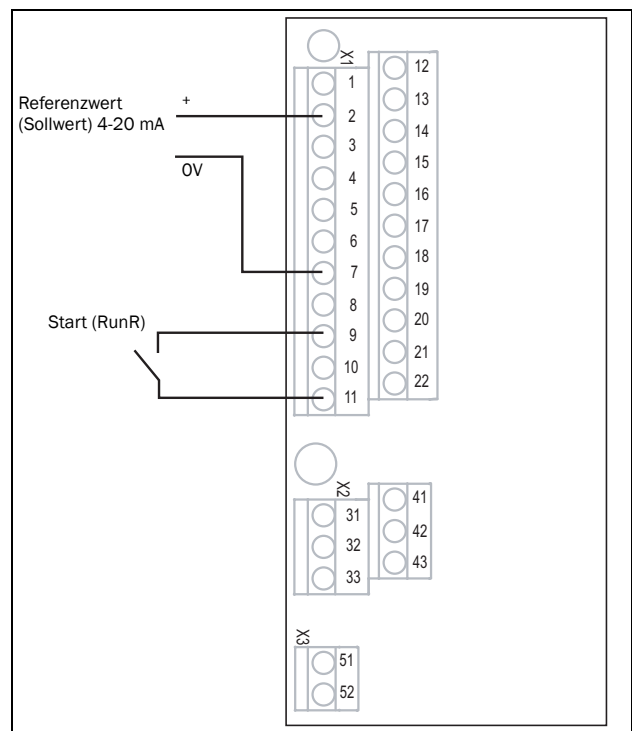

Abb. 39 Anschluss-Verkabelung
3. Es ist ein Referenzwert zwischen den Klemmen 7 (Common) und 2 (AnIn 1) anzuschließen, siehe Abb. 39.
4. Ein externer Schalter ist, wie in Abb. 39 gezeigt, zwischen den Klemmen 11 (+ 24 V DC) und 9 (DigIn1, RUNR) anzuschließen wie in Abb. 39.
14. Die digitalen und analogen Ein-/Ausgänge gemäß Abb. 39 anschließen.